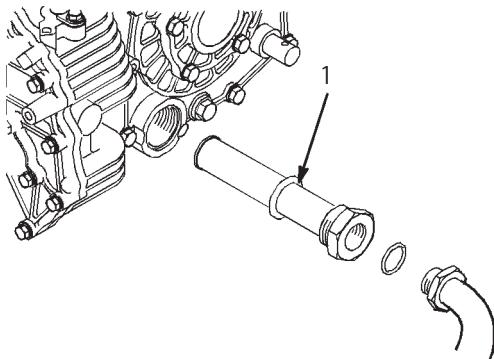

図44
1. 図44のように、サポート・シャフトと蝶番プレートのボール座に手でグリスを塗りつける。
2. スプリングの下にあるニップル (図44) にポンプでグリスを注入する; ピボット・アセンブリの下からグリスがはみ出でるのが見えるまで入れる。